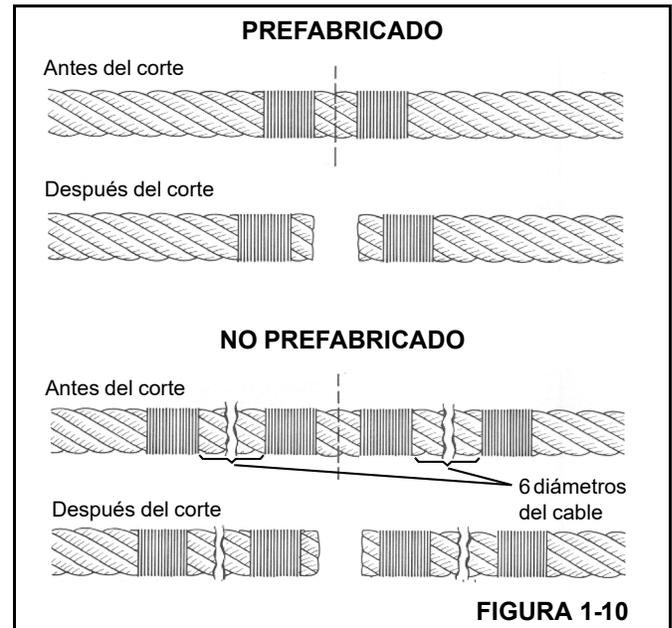

FIGURA 1-10
**NOTA:** Los cables no prefabricados deben tener dos sujeciones ubicadas en cada lado del corte (Figura 1-10).